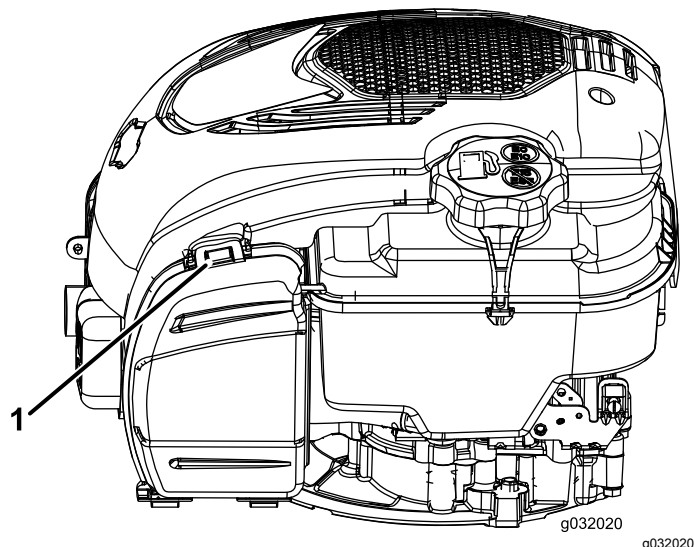

**Figura 19**
1. Tirate la linguetta per aprire il coperchio del filtro dell'aria (Figura 19).